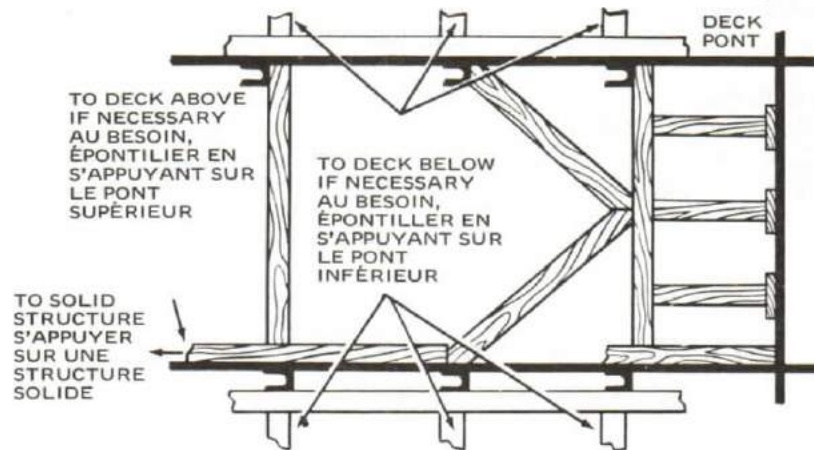

Figure 8-30
13. Shores must be firmly anchored against some undamaged structure and the load spread over as great an area as possible to distribute the stress. It may, in some cases, be necessary to shore right through a deck or bulkhead to the next one, to distribute the load. Figure 8-30 gives an example of this.
13. Les époutilles doivent être solidement appuyées sur une membrure intacte et la charge ainsi appliquée sera répartie sur une surface aussi large que possible. Dans certains cas il faudra peut-être époutiller une cloison ou un pont en prenant la cloison ou le pont voisin comme point d'appui afin de répartir la charge. La figure 8-30 donne un exemple de cette situation.